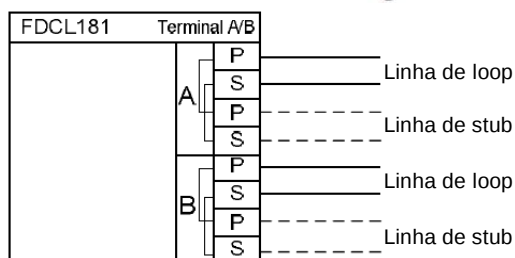

Fig. 5
1. Conecte os cabos aos terminais de acordo com a Fig. 5.